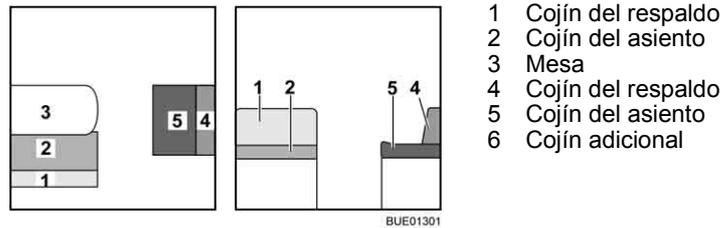

Fig. 118 Antes de la transformación
- Transformar la mesa (Fig. 118,3) en base de cama (véase apartado 6.10).
- Quitar el cojín del respaldo (Fig. 118,1) y ponerlo a un lado.